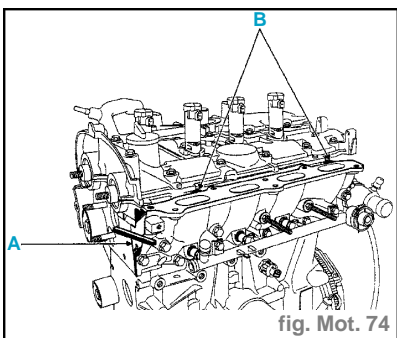

fig. Mot. 74
- l'alignement (A) entre le répartiteur inférieur d'admission et la culasse (côté distribution) en s'assurant que les languettes (B) soient bien en contact avec celles du couvre-culasse (fig.Mot.74).